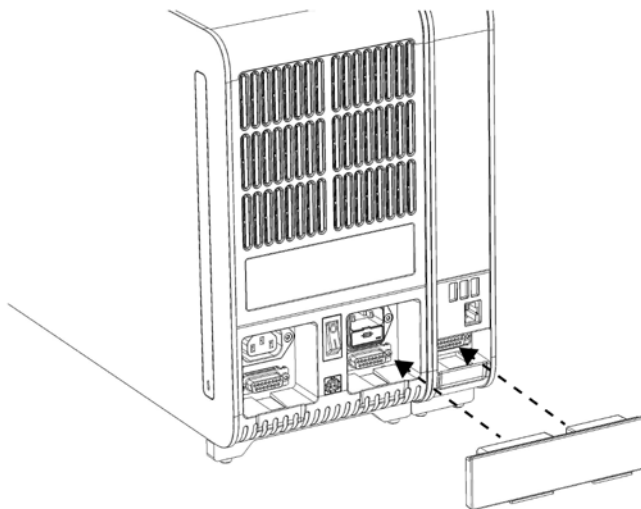

Figura 8. Conexión del puente del módulo operativo/analítico.
5. Conecte el puente del módulo analítico/operativo en la parte posterior del QIAstat-Dx Analyzer 1.0 para enlazar el módulo operativo y el módulo analítico (figura 8).